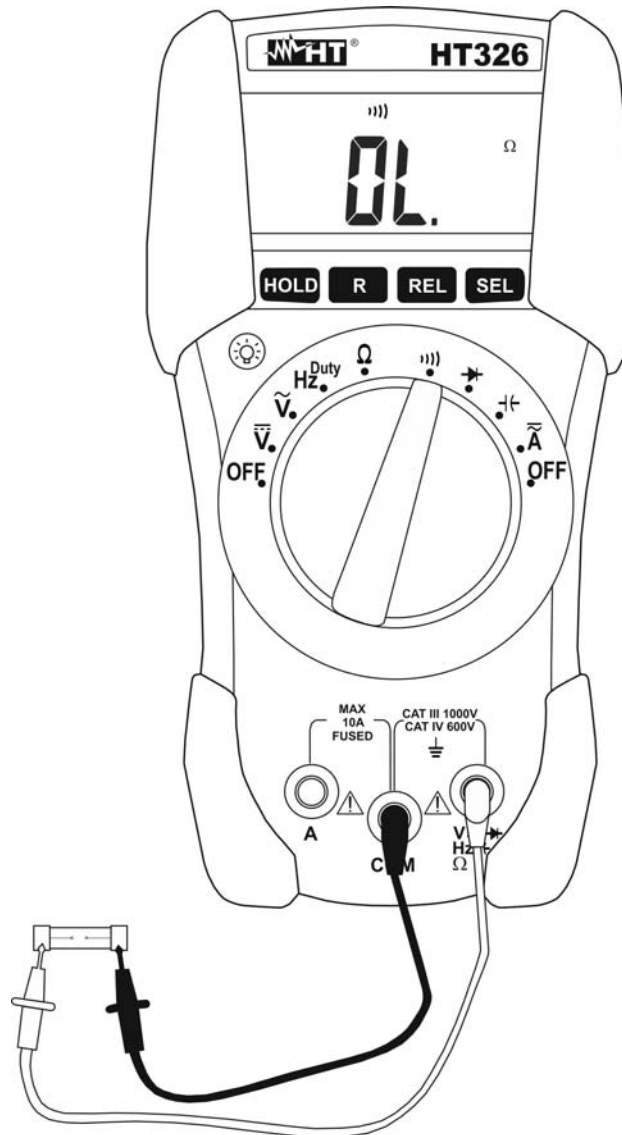

Abb. 7: Durchgangstest
3. Verbinden Sie die Messleitungen mit dem Messkreis (s. Abb. 7)